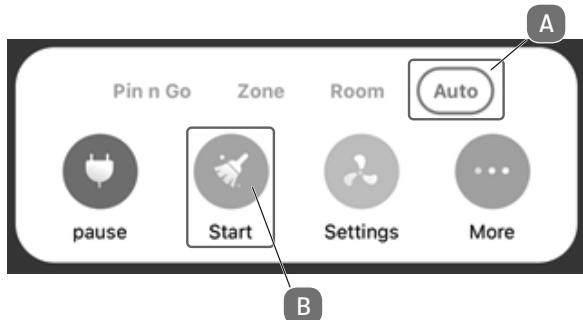

Abb. 12
- Um eine Karte Ihrer Räumlichkeiten anzulegen, muss der Roboter eine Erkundungsfahrt starten. Klicken Sie hierzu wie auf Abb. 12 dargestellt im **AUTO-MODUS** (A) auf **START** (B).